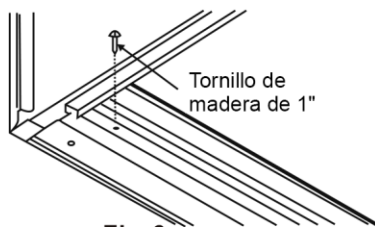

Fig. 6
4. Fije el riel inferior al marco de madera con dos tornillos para madera grandes de 1" (2,5 cm) usando los dos orificios en la parte inferior del canal descansando en el marco. (Ver Fig. 6).